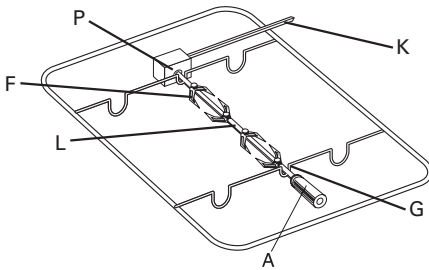

Abb. 8 - NF925
- Die Speise auf den Spieß stecken (L) und gut ausbalanciert fest am Haken (F) befestigen. Siehe Abb. 8.
- Den Drehspieß in die Öffnung (P) drücken und vorne auf den Haken (G) legen. Handgriff (A) entfernen.
- Den Rost mit Grillspieß in den Backofen schieben. Darauf achten, dass die Antriebsachse (K) in die Öffnung des Grillmotors fällt.